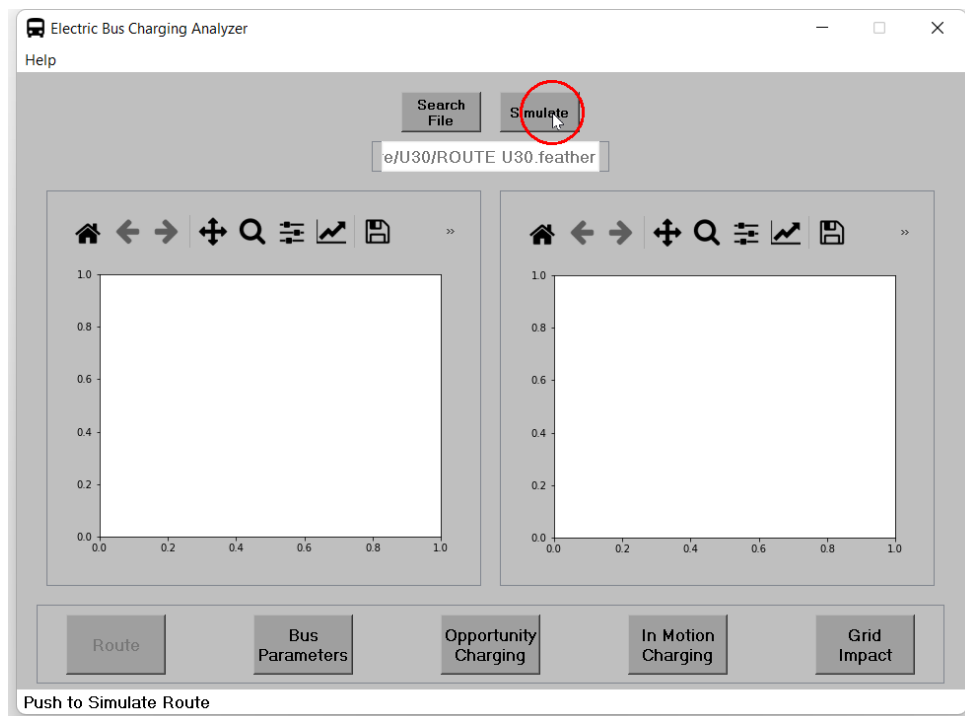

Figura 19: Simulación de la ruta.
3. Luego se debe simular la ruta presionando el botón **Simulate** como se muestra en la figura 19.